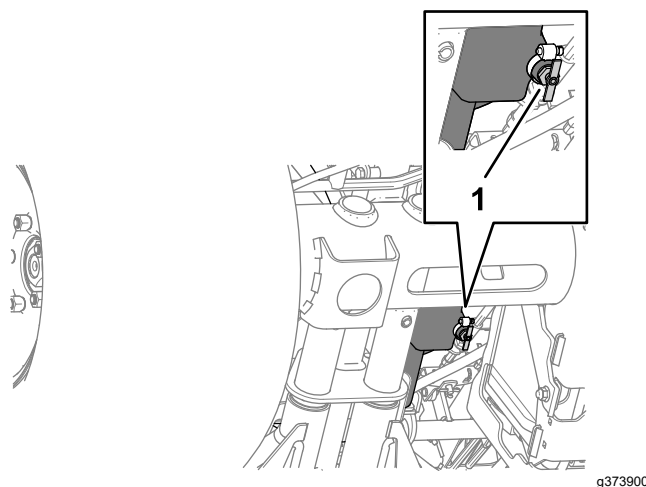

Figure 87
2. Placez un bac de vidange sous le robinet de vidange du réservoir de carburant (Figure 87).